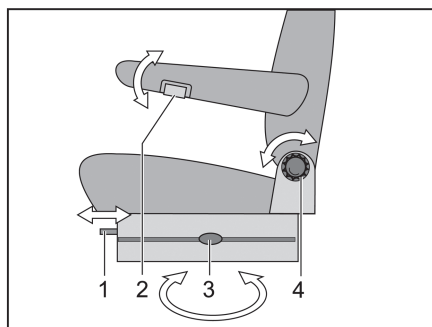
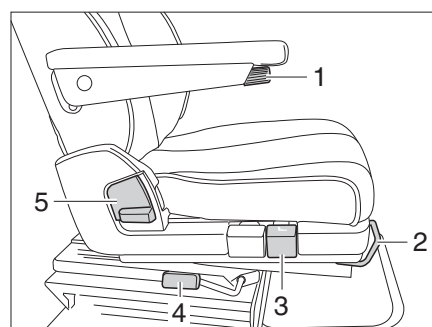

Fig. 30 Sedile del conducente e sedile del passeggero (Aguti)
Fig. 31 Sedile del conducente e sedile del passeggero (ISRI)
- Premere o tirare la leva (Fig. 30,3 o Fig. 31,4) per la rotazione del sedile. L'arresto del sedile si sblocca.